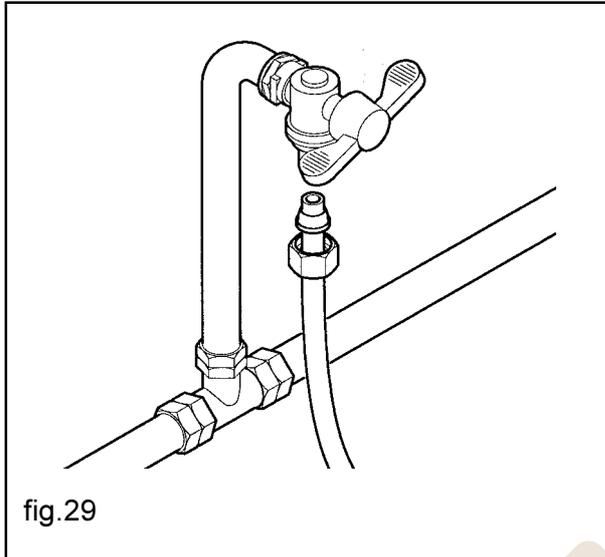

fig.29
- conectar el grifo con el distribuidor, utilizando un tubo rígido de cobre o nailon, adecuado para alimentos y que soporte la presión de la red. En caso de que se utilice un tubo flexible, es necesario colocar en su interior la brújula de refuerzo que se suministra con la máquina. (fig. 29).